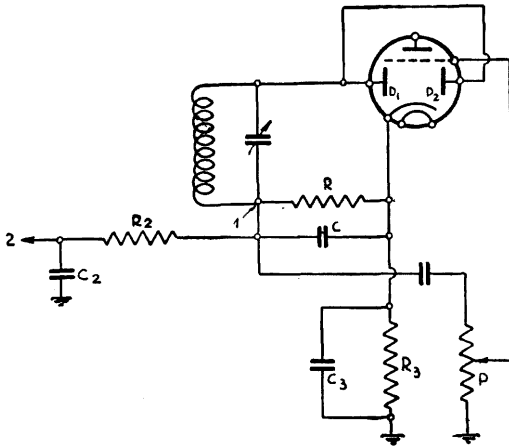
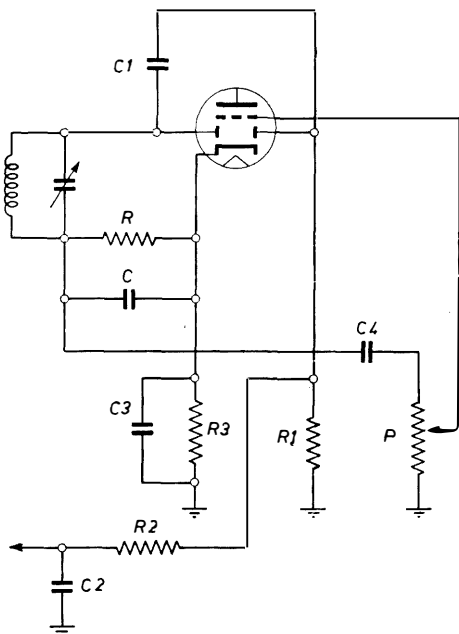

Fig. 5.2. - D1 e D2 sono uniti, la tensione CAV viene prelevata dalla tensione a BF ottenuta dalla rivelazione.
Fig. 5.3. - Collegando R1 a massa anziché al catodo si ottiene il «ritardo» del CAV e si evita che l'amplificazione venga ridotta anche per segnali deboli.
La fig. 5.2 illustra un altro esempio di circuito CAV. Il principio è identico; lo schema è soltanto un po' più complesso. Il segnale audio è ottenuto ai capi della resistenza fissa R , anzichè ai capi del controllo di volume. Il controllo di volume (P) è collegato ad un lato della resistenza R , tramite un condensatore. Il circuito CAV consiste della resistenza R_2 e del condensatore C_2 , del valore indicato.
A volte il circuito CAV è separato da quello di rivelazione; un esempio è quello di fig. 5.3. Le valvole rivelatrici sono generalmente provviste di due diodi, uno per la rivelazione e l'altro per il CAV; generalmente i due diodi sono collegati insieme, o viene utilizzato solo uno, per la rivelazione e il CAV. È però possibile dividere le due funzioni, e quindi affidare ad uno dei diodi la funzione di diodo CAV.
Il CAV è inattivo. La tensione per il CAV è zero, e la sensibilità del ricevitore è costante per tutte le emittenti. Quando è presente una evanescenza, essa non viene compensata da un aumento di sensibilità. Verificare l'emissione del diodo CAV con un provavalvole; controllare il condensatore C_1 , fig. 5.3, il quale può essere aperto o staccato. È raro che C_1 si guasti. Controllare i condensatori C_2 e C_3 , fig. 5.2, che possono essere in cortocircuito. Il controllo effettuato con l'ohmmetro può servire anche per stabilire se i collegamenti 1 e 2 sono a massa.
Nella fig. 5.2, la resistenza R_3 ; con la quale si ottiene la polarizzazione della griglia controllo, necessaria per l'amplificazione in BF, fornisce pure la polarizzazione del diodo CAV, e ciò semplicemente perchè la resistenza di griglia P è collegata a massa anzichè al catodo. Se fosse stata collegata al catodo, il CAV agirebbe senza alcun ritardo, e la sensibilità del ricevitore sarebbe massima solo in assenza di segnale, e risulterebbe diminuita anche per segnali deboli, rendendo difficile o impossibile la ricezione di emittenti lontane.
a) eliminando la polarizzazione negativa del diodo CAV collegando la resistenza R_1 direttamente al potenziale di catodo (fig. 5.3);
L'inerzia del CAV è dovuta all'eccessiva costante di tempo dei suoi organi componenti. È determinata dai valori delle resistenze e delle capacità dei suoi circuiti. Per cui, nel caso di fig. 5.2, occorre DIMINUIRE IL VALORE DEI CONDENSATORI C_2 e $C_{3,4}$, e, ove occorra, anche quello delle resistenze R_2 ed R_3 . Il valore di quest'ultime è generalmente di 0,1 megaohm, mentre quello dei condensatori va da un massimo di 0,25 μ F ad un minimo di 50 000 pF.